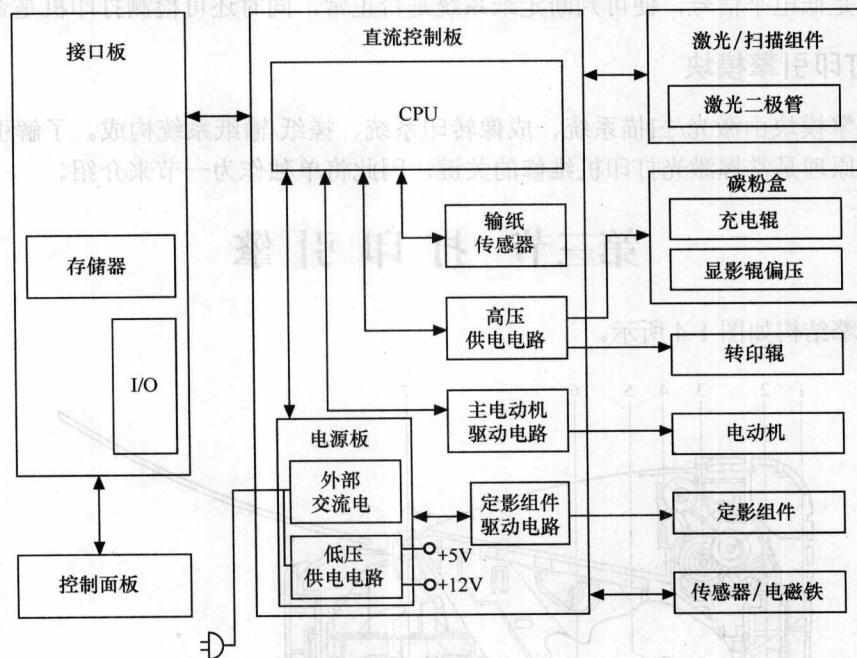

图 1-3 控制模块框图
② 直流控制系统主要用来协调和控制打印机各系统之间的工作。它的功能包括：从接口系统接受数据；驱动控制激光扫描单元；接收来自传感器和开关的信息；控制交流、直流电的分布；控制高/低电压的分布等。图 1-3 表示了控制模块与其他系统之间的关系。